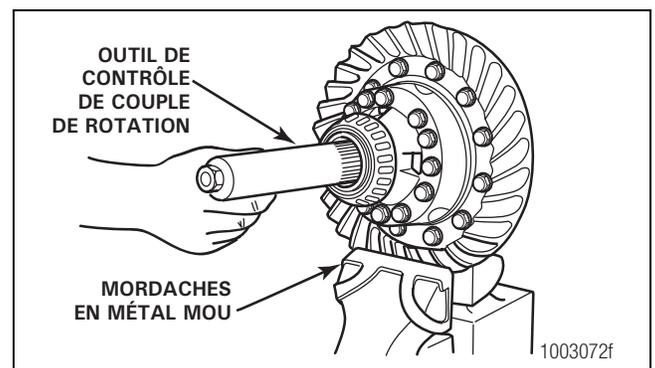

Figure 5.48
2. Placer l'ensemble du différentiel et de la couronne dans un étau. Utiliser des mordaches en métal mou pour ne pas endommager la couronne. Figure 5.48.
3. Glisser l'outil dans le différentiel de façon que les cannelures s'engagent dans un des planétaires. Figure 5.48.